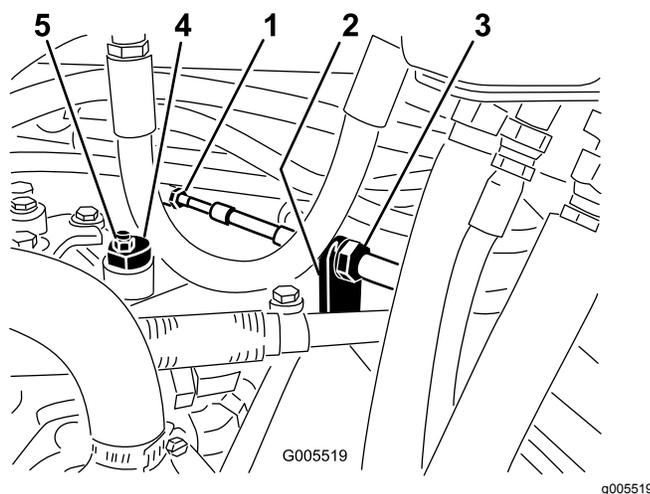

Figura 52
- A. Allentate entrambi i controdadi che fissano il cavo di comando della trazione alla paratia dell'igrostatato (Figura 52). Verificate che i controdadi siano ugualmente allentati, in modo sufficiente da consentire la messa a punto.
Nota: Allentate il dado che fissa l'eccentrico alla parte superiore dell'igrostatato (Figura 52).
- C. Fate girare l'eccentrico finché non riscontrate movimenti in alcuna direzione. Quando la ruota cessa di girare, serrate il dado di bloccaggio dell'eccentrico per mantenere la messa a punto (Figura 52). Verificate la regolazione portando l'acceleratore in posizione Slow e Fast.
- D. Da ambo i lati della piastra serrate in modo uniforme i dadi che fissano il cavo di trazione alla piastra (Figura 52). Non torcete il cavo.